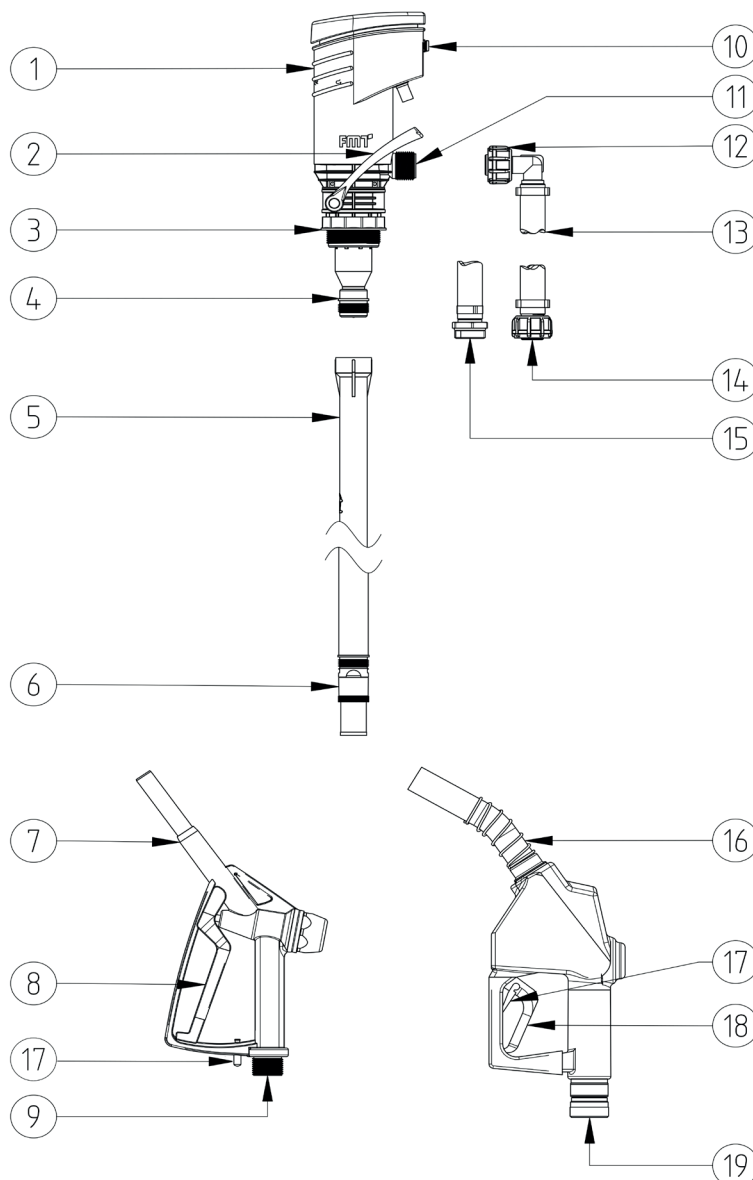

Abb. 6.-1 Übersicht der PREMAxx AdBlue®-Axialradpumpe mit Zubehör
Die Montage ist in folgender Reihenfolge durchzuführen (siehe hierzu Abb. 6.-1):
**Pumpe für den Betrieb vorbereiten (siehe hierzu Abb. 6.-1):**
- Den Zapfhebel (8 bzw. 18) drücken und gedrückt halten oder mit Feststellraste (17) feststellen (bei Ausführung mit Automatik-Zapfventil). Zapfventil in den zu befüllenden Behälter halten.
- **Mit dem Handhebel (2) so lange Förderflüssigkeit anpumpen, bis die Flüssigkeit aus dem Zapfventil (7 bzw. 16) austritt.**